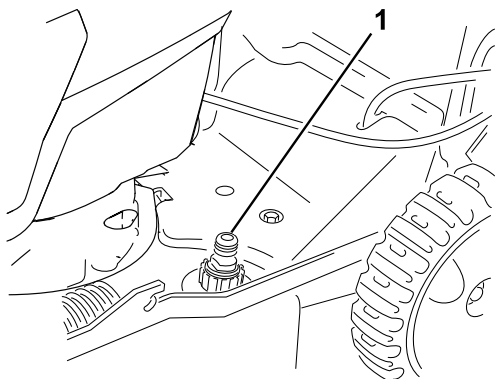

Рисунок 19
5. Присоедините садовый шланг, подключенный к источнику воды, к промывочному отверстию в корпусе (Рисунок 19).